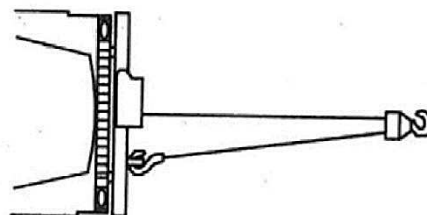

Рисунок 7.
3. При работе с тяжелыми грузами используйте полиспасть (рисунок 7) для того, чтобы сократить нагрузку на трос, лебедку и аккумулятор. Тяга в две линии также сокращает скорость намотки лебедки. Убедитесь, что все используемое оборудование соответствует максимальному значению натяжения троса лебедки. Полиспасты должны быть рассчитаны как минимум в два раза больше степени натяжения троса лебедки.